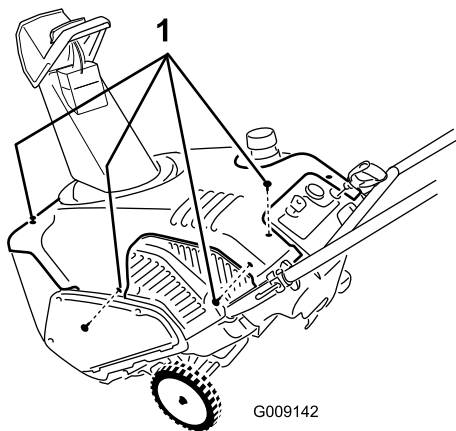

Рисунок 28
3. Снимите и сохраните крепления кожуха в соответствии с рисунком (Рисунок 28).